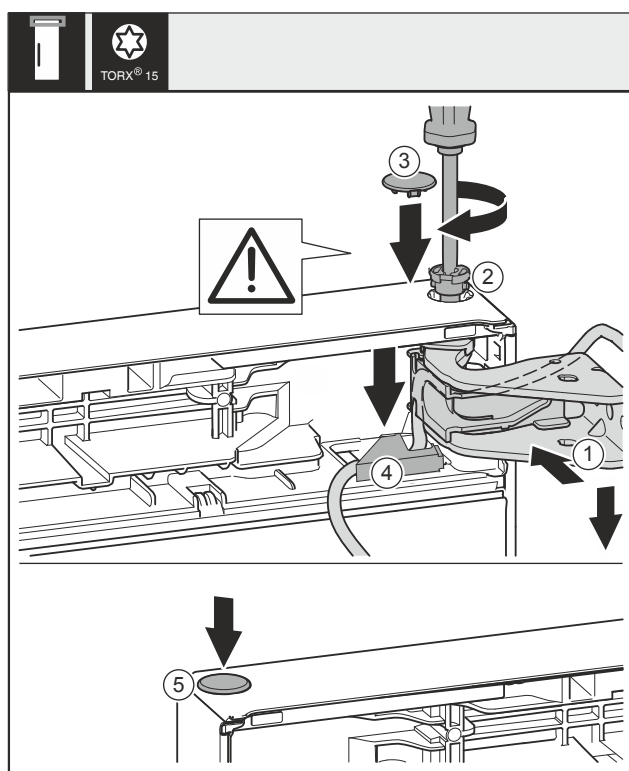

Fig. 45
- Aliniați ușa sus spre deschizătură în suportul de lagăr Fig. 45 (1).
- Introduceți bolțul Fig. 45 (2) și înșurubați-l ferm cu șurubelnița.
- Montarea capacului de siguranță pentru siguranța uşii: Introduceți capacul de siguranță Fig. 45 (3) și controlați dacă este așezat pe uşă. În caz contrar, introduceți complet bolțul.
- Introduceți capacul Fig. 45 (4) și apăsați în jos până când se fixează în poziție.
- Introduceți dopul Fig. 45 (5).